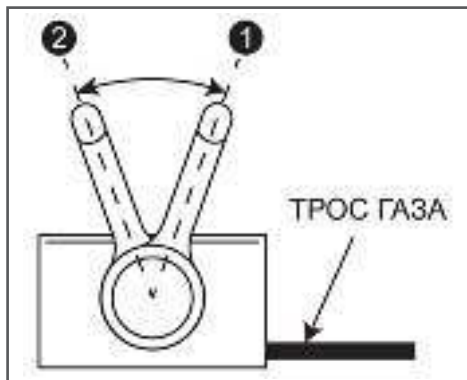

Рис. 7 Положения рычага газа
После правильной регулировки троса газа рычаг газа имеет два рабочих положения (Рис. 7).
2. Переведите рычаг газа из положения «2» в сторону положения «1» на 1/3 его хода (Рис. 7).
- После запуска двигателя переведите рычаг газа в положение «2» (Рис. 7) и прогрейте двигатель на холостых оборотах в течение 30 секунд.
После запуска прогретого двигателя работу можно начинать сразу, для этого переведите рычаг газа в положение «1» (Рис. 7).